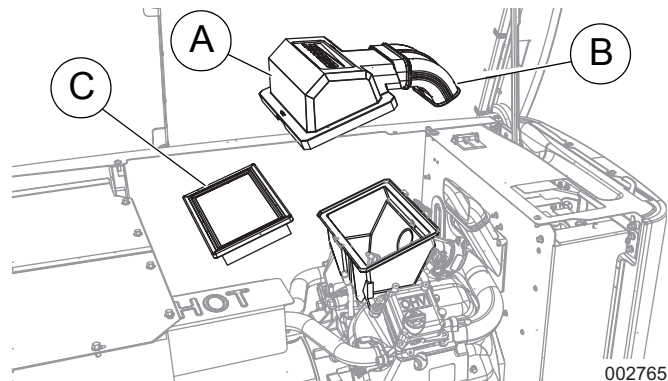

Рисунок 6. Снятие крышки воздушной камеры (11–22 кВт)
1. См. **Рисунок 6**. Снимите крышку воздушной камеры (А), заборное колено (В) и воздушный фильтр (С).